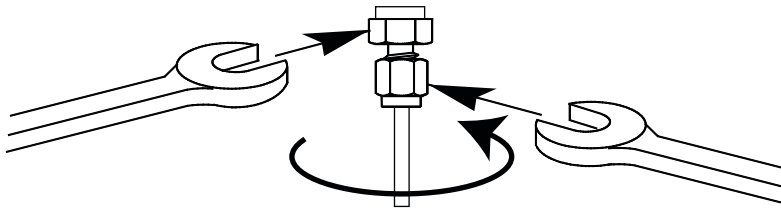

Figura 21 Apriete final
- 8** Para conexiones Swagelok de 1/8 pulgadas, utilice un par de llaves para apretar la conexión 3/4 de vuelta (consulte Figura 21).